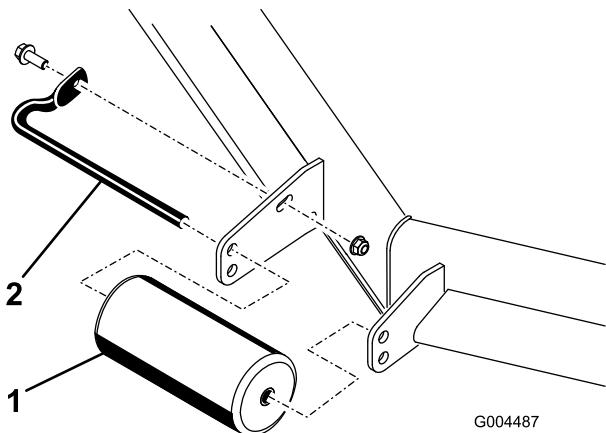

図 10
- デッキのローラを固定しているボルトナット類を外して、ローラの高さを調整する；使用するデッキのタイプに合わせて 図 10 から図 14 を参照。